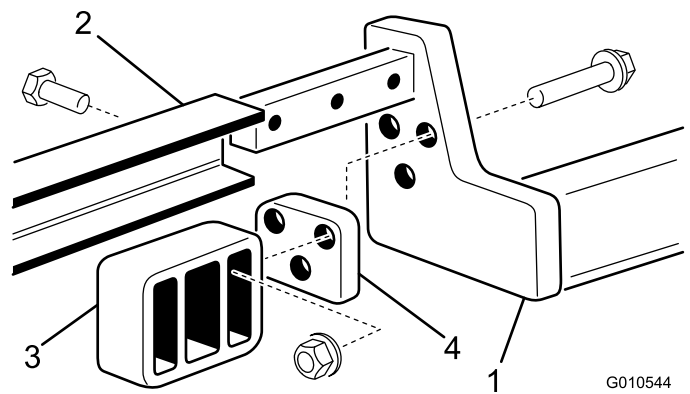

Figura 6
3. Montate una base posteriore su ogni braccio di sollevamento con 3 bulloni (3/8 x 2 poll.), distanziali e dadi flangiati come in (Figura 6).
4. Fate scorrere il telaio portante sui bracci posteriori allineando i fori di montaggio. Fissate ogni lato del telaio portante ai bracci di sollevamento con 3 bulloni (1/2 x 1-1/2 poll.). Serrate i bulloni ad un valore compreso tra 95 e 108 Nm (Figura 6).